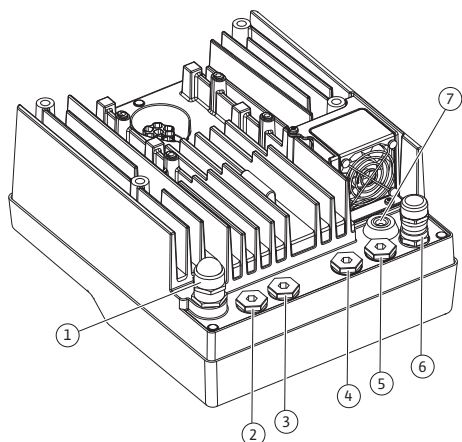

Fig. 19: Kábelcsavarzatok/kábelátvezetések
4. A csatlakozókábelt (Fig. 19, 1. poz.) az M25 kábelcsavarzaton kell átvezetni. A kábelcsavarzatot az előírt forgatónyomatókkal húzza meg.